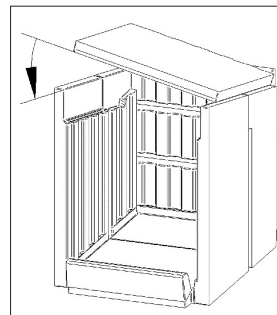

Abb. 5b
Die Umlenkplatte (9) ist schräg in den Brennraum und bis oberhalb der Seitenwände einzuführen (s. Abb.5b). Dann muss die Umlenkplatte in dem Freiraum oberhalb der Seitensteine waagrecht gedreht werden und mittig auf die Seitensteine abgelegt werden.